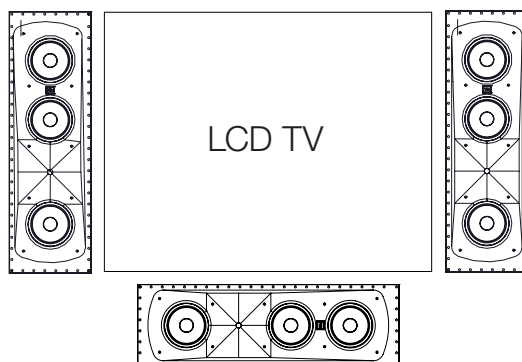

图 5
如果使用的是非穿孔投影屏幕、LCD \ 等离子 \ OLED 显示屏，SLC-2 可朝向水平方向摆放在视频显示屏正下方或正上方，并尽可能贴近显示屏（见图 5）。
**注意：**请尽可能确保将中置、左和右扬声器摆放在相同高度，这点极其重要的。中置声道扬声器的喇叭，与左和右扬声器的喇叭的高度距离不应超过 61 厘米。如此一来，能够确保三个位置都有统一完整的“声像”，使声音听起来就像是从左边平移到中间，再平移到右边。如果发出的声音上下移动，则可能会影响耳朵听到的声音平移效果。为减少和中置扬声器的高度差异，左和右声道扬声器应稍微放下一点。您也可以 180 度转动（上下颠倒）左和右 SLC-2，让所有扬声器之间的声学高度更匹配（见图 5）。